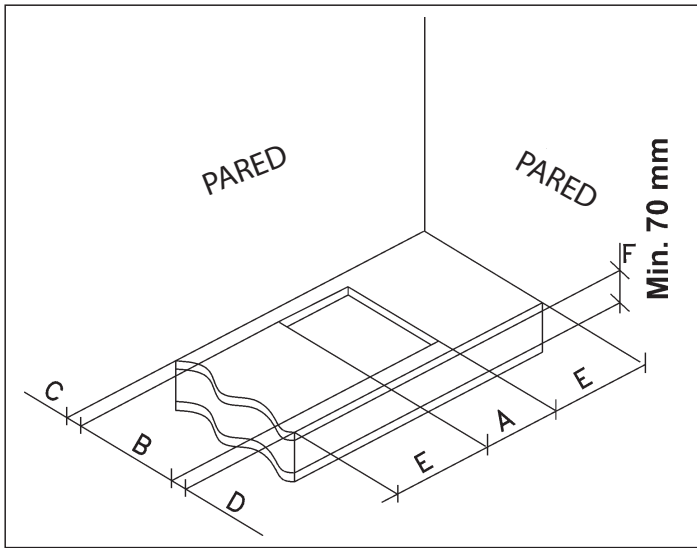

FIG. 7
Realizar en la superficie del mueble modular una apertura para el encajonamiento de acuerdo a las dimensiones especificadas en mm (véase fig. 7), cuidando de que sean respetadas las distancias críticas entre el aparato, la pared lateral, la pared posterior y la superior (véase fig. 7 y 8).
- Para evitar un posible contacto accidental con la superficie del armazón del aparato, sobrecalentada durante el funcionamiento, es necesario colocar un separador de madera fijado por tornillos a una distancia mínima de 70 mm del borde (fig. 7).